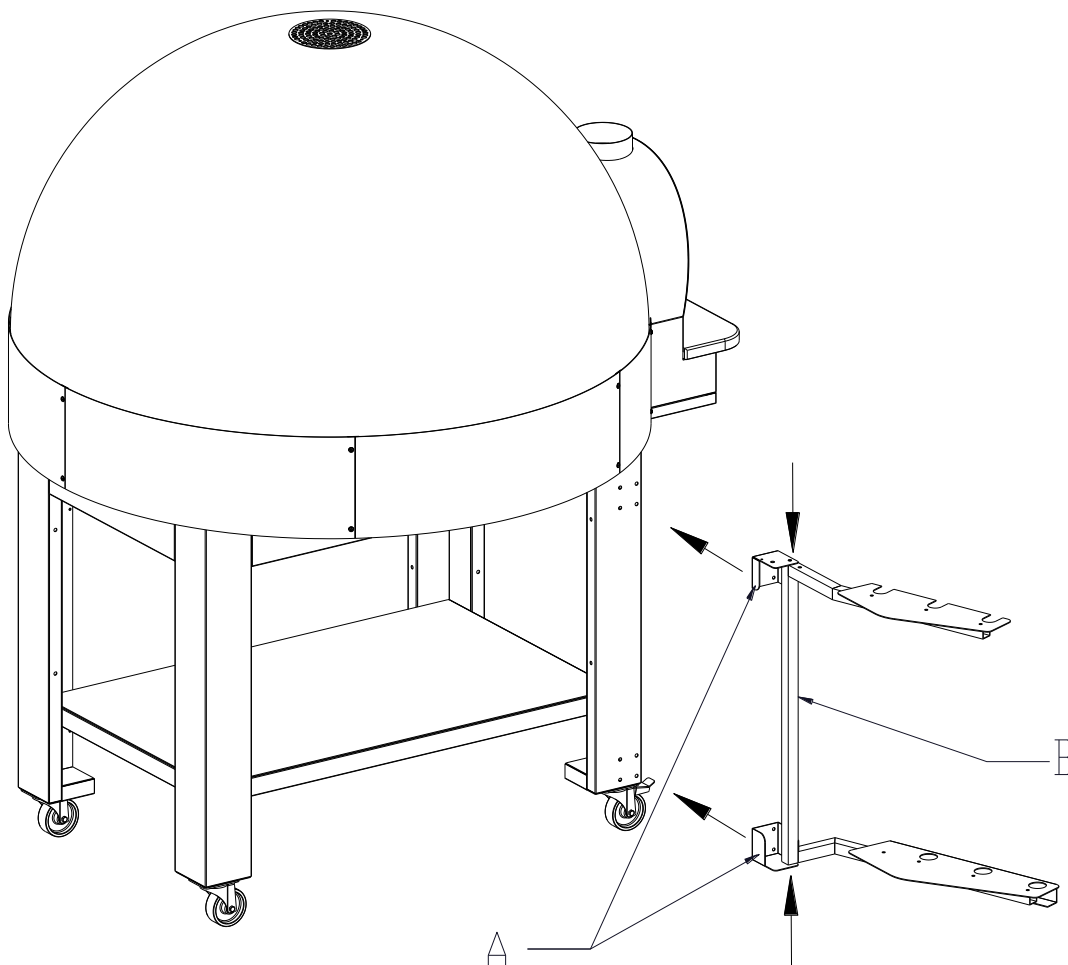

Fig.1
- 1- Sollevare con delicatezza la calotta dal bordo laterale per mezzo di un cacciavite e rimuoverla con un movimento verso l'alto (Fig.1).
- 1- Inserire le staffe superiore ed inferiore (A) nel telaio (B).
- 2- Fissare le staffe (A) alla gamba del basamento per mezzo delle viti già presenti (Fig.1).
- Inserire nel forno i piani refrattari della platea (Fig.1).